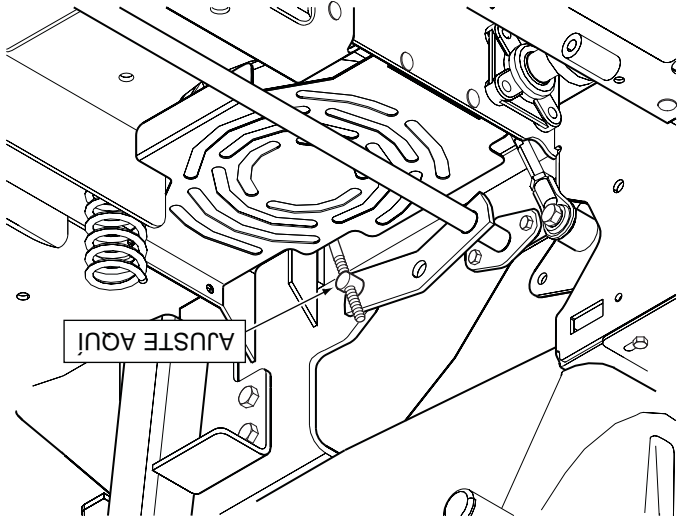

Figura 6-2. Ajuste de la varilla de freno
4. Retire el pasador de chaveta que asegura el pivote al mecanismo de control de freno. (Vea la Figura 6-2).